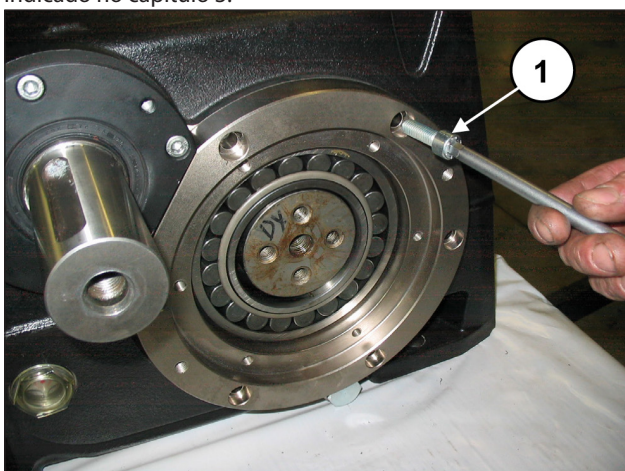

Fig. 75
Aperte as coberturas do porta-rolamento, mediante 6+6 parafusos M10x30 (pos. ①, Fig. 75).